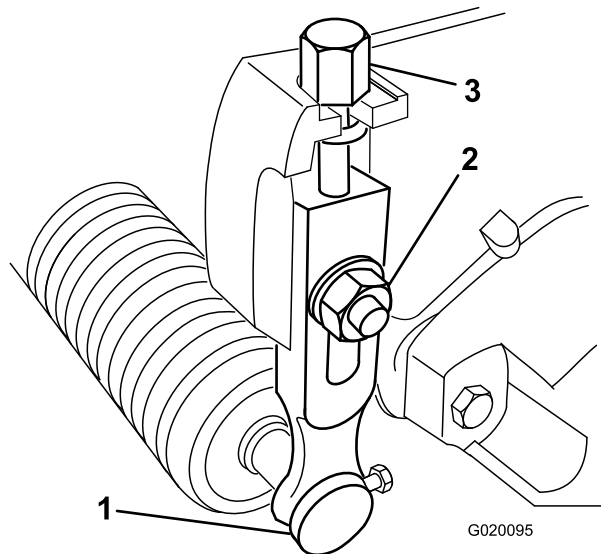

图8
1. 松开将剪草高度臂固定到滚刀组侧板上的锁紧螺母（图8）。